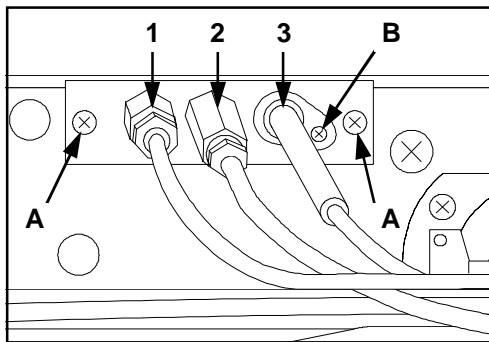

Abb. 18 (Austausch Thermoelement, Pilotbrenner und Zündkerze)
- Die zwei Schrauben der Halterung lösen (Abb. 18-A);
- Die Schraube (Abb. 18-B) lösen und die Zündkerze herausnehmen;